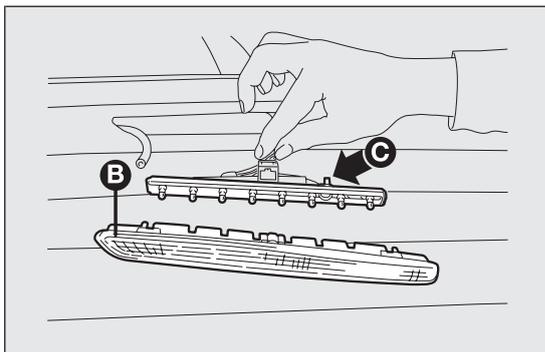

fig. 171
- extraer el grupo transparente B fig. 171 y desconectar el conector eléctrico;
- actuando de modo contrapuesto en las patillas C fig. 171 extraer el portalámpara;